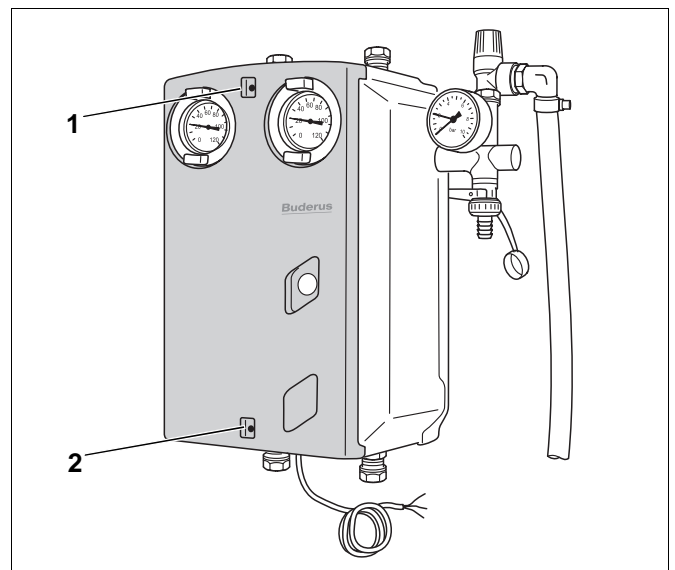

Abb. 12 Kompletstation KS 01...
- Haube der Kompletstation (mit vorderem Wärmeschutz) entfernen. Hierzu müssen die beiden Kunststoffschrauben gelöst werden (Abb. 12, **Pos. 1 u. 2**).